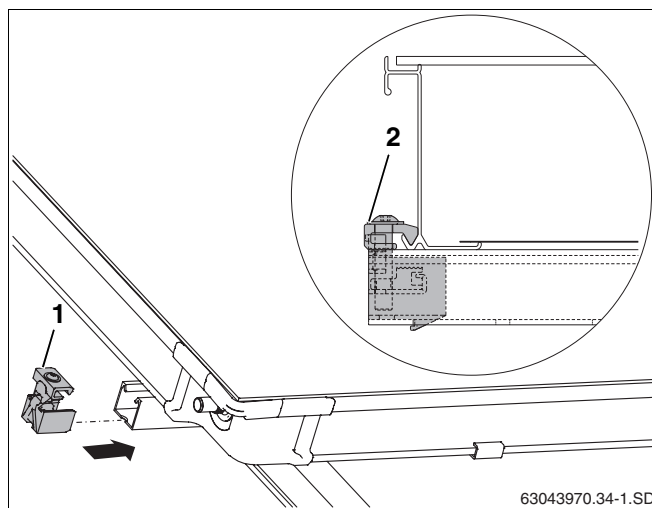

Fig. 52 Tensor unilateral del colector a la izquierda
- ▶ Deslice el tensor unilateral del colector (fig. 52, **pos. 1**) en los perfiles guías superior e inferior.
- ▶ Deslice el tensor unilateral del colector hasta el marco del colector y atorníllelo con una llave de tamaño 5 (fig. 52, **pos. 2**).
El elemento de sujeción (fig. 52, **pos. 2**) del tensor del colector queda enganchado en el borde inferior del colector.